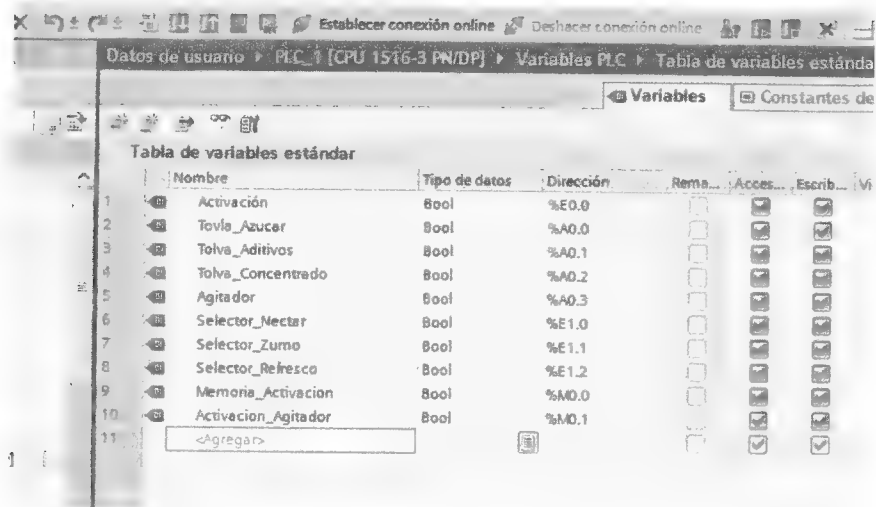

Figura 178
- 1.º Crear la tabla de tipo de datos del PLC. La Figura 178 indica los datos creados para el ejercicio. Se le ha asignado el nombre de BEBIDAS.